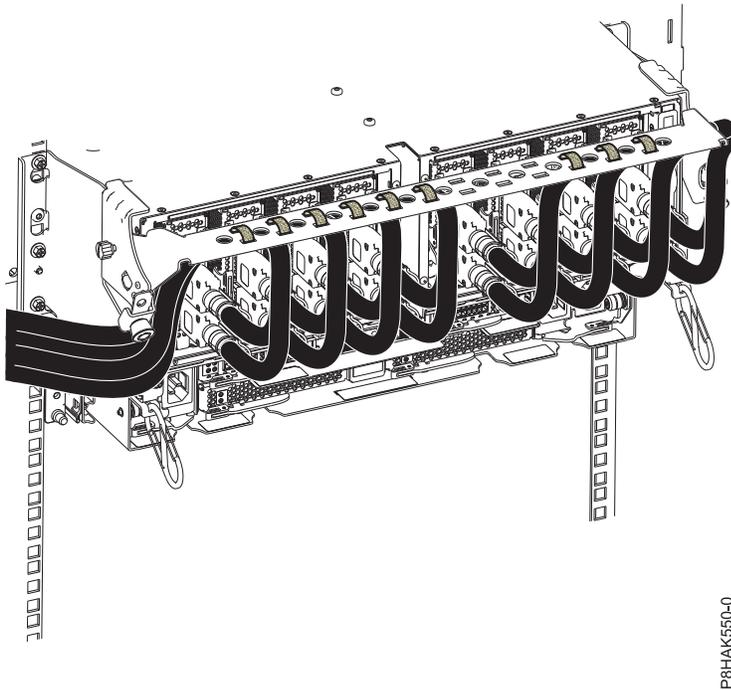

図 35. ケーブル管理ブラケットへのケーブルの配線
5. CXP、拡張ドロワー・ケーブル、および入出力 (I/O) ケーブルをケーブル管理ブラケットまで配線します。 37 ページの図 35を参照してください。
- f. 面ファスナーを使用して、37 ページの図 35 に示すようにバルク・ワイヤーとケーブル・ファイバーをケーブル管理ブラケットまで配線します。